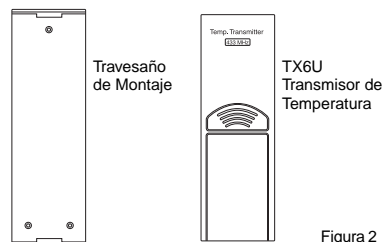

Figura 2
2. Un sensor de temperatura a control con su travesaño de montaje (Figura 2).